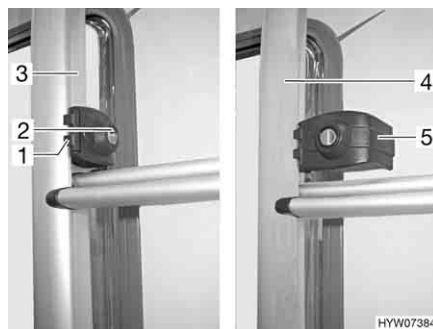

Fig. 2 Bloccaggio (scaletta del portapacchi)
- Inserire la chiave nel cilindro della serratura (Fig. 2,2) del bloccaggio della scaletta del portapacchi (Fig. 2,1) e ruotarla un quarto di giro finché la chiave non si trova in posizione verticale.
- Tenere ferma la parte ribaltabile della scaletta del portapacchi (Fig. 2,4) e girare l'archetto di sicurezza (Fig. 2,5).
- Inserire la chiave nel cilindro della serratura (Fig. 2,2) del bloccaggio della scaletta del portapacchi (Fig. 2,1).
- Ruotare l'archetto di sicurezza (Fig. 2,5) verso l'interno intorno al tubo della parte fissa della scaletta del portapacchi (Fig. 2,3).